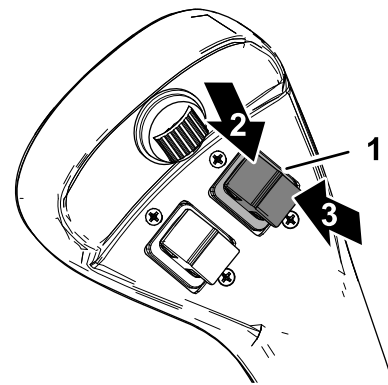

Figura 14
- Presione hacia arriba el interruptor de extensión/retracción de los brazos de carga (Figura 14) para extender los brazos de carga.